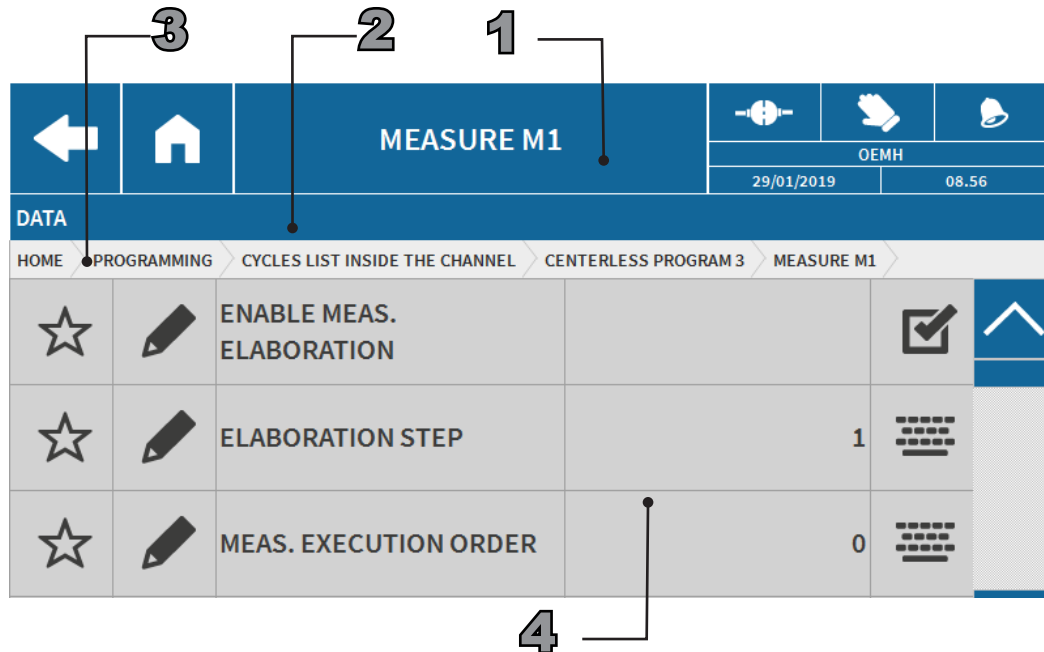

Abb.60. Dashboard Messung M1.
- 4 Arbeitsbereich (Abb.60 auf Seite 51):